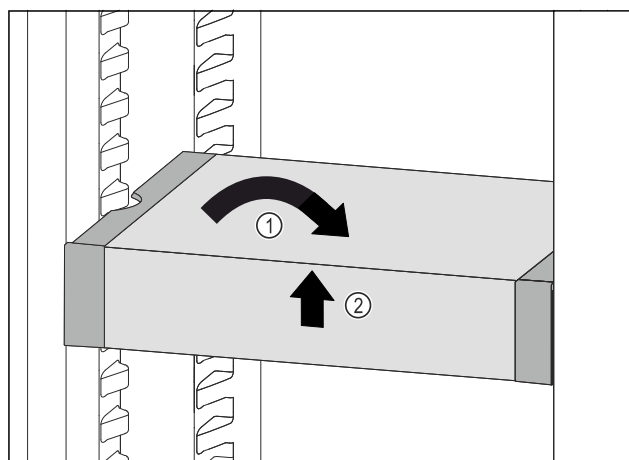

Fig. 77
- ▶ Установите VarioSafe прямо. Fig. 77 (1)
- ▶ Приподнимите VarioSafe спереди. Fig. 77 (2)